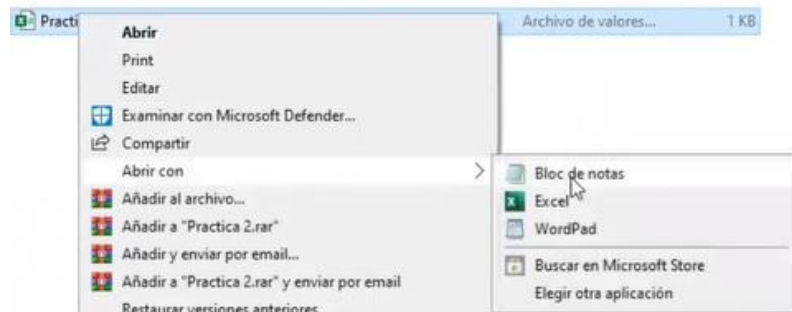

Figura 273. Block de notas.
20. Abrir la carpeta donde se encuentra el archivo, seleccionarlo con clic derecho y buscar la opción “Abrir con Bloc de notas”. Figura 273.